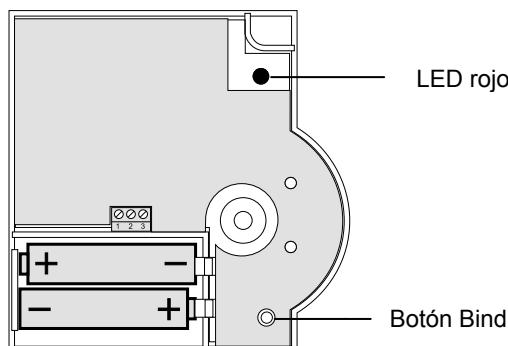

Figura 2: Polaridad de las pilas y botón Bind
- Ponga las pilas Mignon incluidas con la polaridad correcta (véase Figura 2). Si en el HCW 82/HCF 82 el LED rojo parpadea, deberán sustituirse las pilas (véase "Cambio de pilas", página 22).